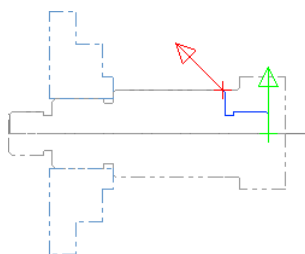

图 18.12 选取加工轮廓线
Step2. 定义加工轮廓。在该对话框中选中 ☒ **接续** 复选框，然后在图形区中依次选取图 18.12 所示的加工轮廓线。单击 **✓** 按钮，系统弹出“车床粗加工 属性”对话框。